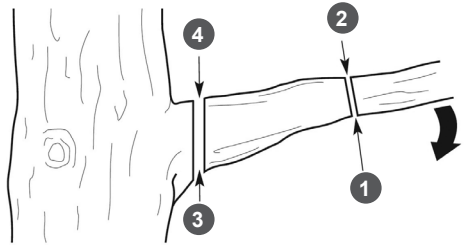

Рис. 18 Последовательность резов при отпиливании толстых веток
11. При спиливании веток диаметром более 10 см, рекомендуется сначала отпилить основную часть ветки (резы 1 и 2) (Рис. 18). Затем отпилить оставшуюся часть ветки (резы 3 и 4) (Рис. 18). Расстояние между резами 1-2 и 3-4 на Рис. 18 примерно равно 25 см.